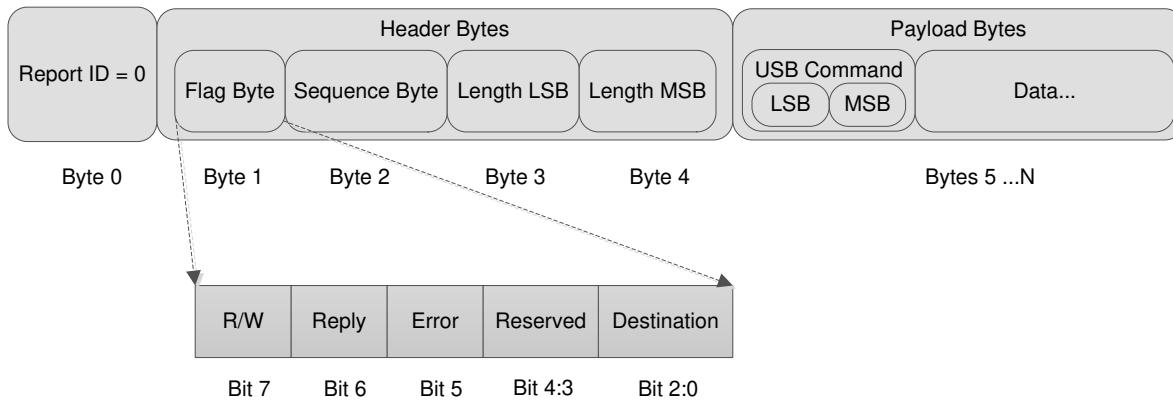

図 1-4. USB HID プロトコル
USB 1.1 HID プロトコルは図 1-4 に示す構造を持っています。ホストは、レポート ID、ヘッダー、ペイロードで構成されるバイトストリームを構成する必要があります。これらの 3 つの部分の説明を以下に示します。
1) フラグ バイト: 図 1-4 に示され、セクション 1.2.2 とセクション 1.2.3 の読み出し / 書き込みの例で説明されています。